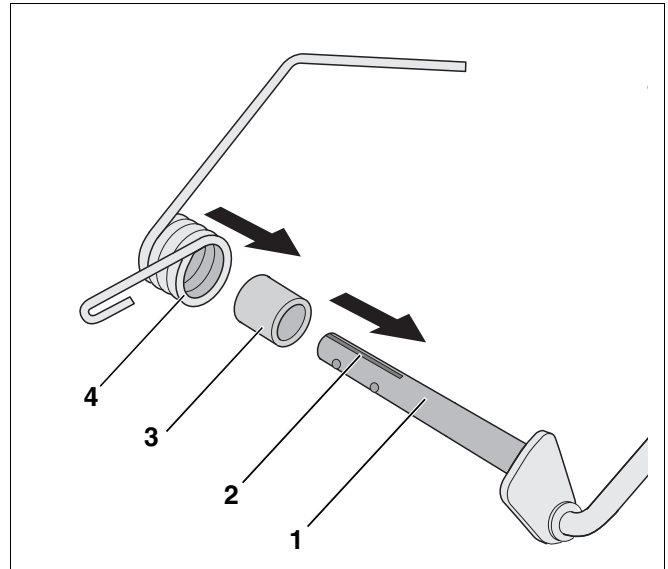
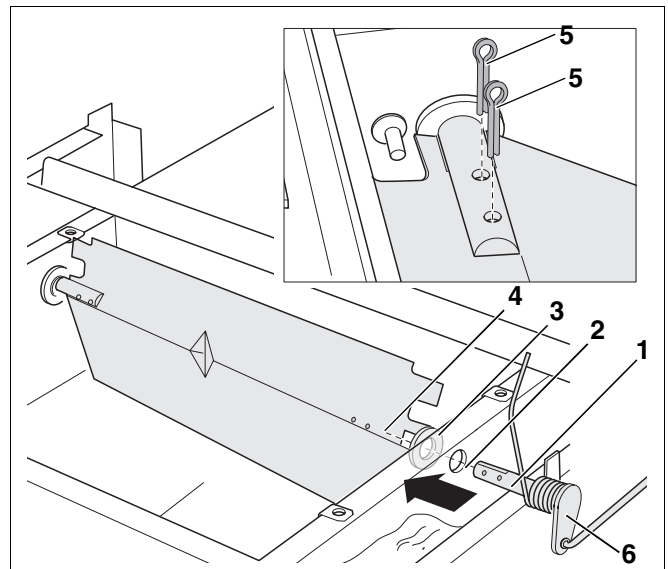

Abb. 7 Schenkelfeder/Führungshülse montieren
Abb. 8 Klappe montieren (hier z. B. G334)
- Führungshülse (Abb. 7, **Pos. 3**) auf den rechten Lagerstift (Abb. 7, **Pos. 1**) schieben.
- Schenkelfeder (Abb. 7, **Pos. 4**) gemäß Abb. 7 auf den rechten Lagerstift (Abb. 7, **Pos. 1**) schieben.
Beachten Sie, dass im montierten Zustand der Konsole die Kurbel (Abb. 8, **Pos. 6**) nach unten zeigt, da ansonsten die Schaltstellungen „AUF“ und „ZU“ vertauscht werden.
- Rechten Lagerstift (Abb. 8, **Pos. 1**) in die rechte Bohrung der Strömungssicherung (Abb. 8, **Pos. 2**) schieben.
- Distanzscheibe (Abb. 8, **Pos. 3**) auf den rechten Lagerstift (Abb. 8, **Pos. 1**) schieben.
- Klappe (Abb. 8, **Pos. 4**) in den Schlitz des rechten Lagerstifts (Abb. 7, **Pos. 2**) schieben.
- Rechten Lagerstift (Abb. 8, **Pos. 1**) und Klappe (Abb. 8, **Pos. 4**) mit den mitgelieferten Splinten (Abb. 8, **Pos. 5**) sichern.